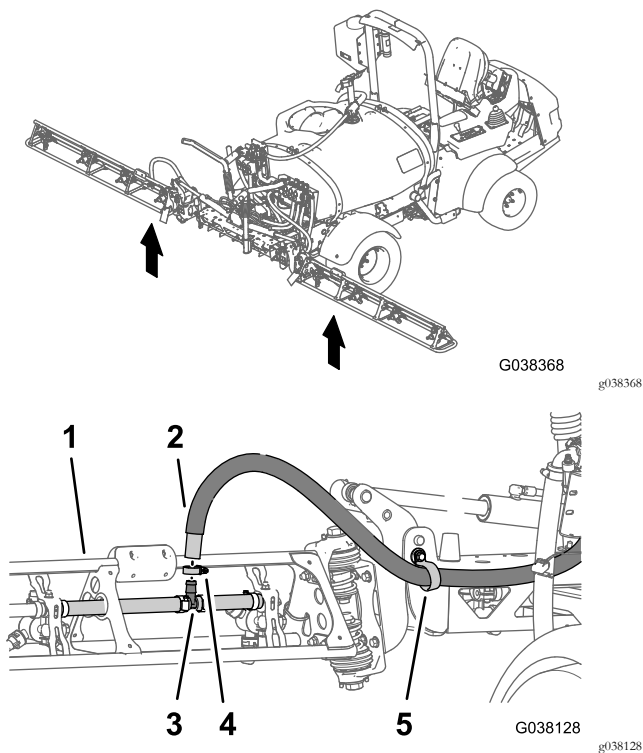

Bild 82
3. Verlegen Sie den rechten Auslegerzulaufschlauch durch die Stützklemme am Ende des mittleren Auslegerabschnitts (Bild 82).
4. Befestigen Sie den rechten Auslegerzulaufschlauch im T-Anschlussstück am rechten Auslegerabschnitt (Bild 82).